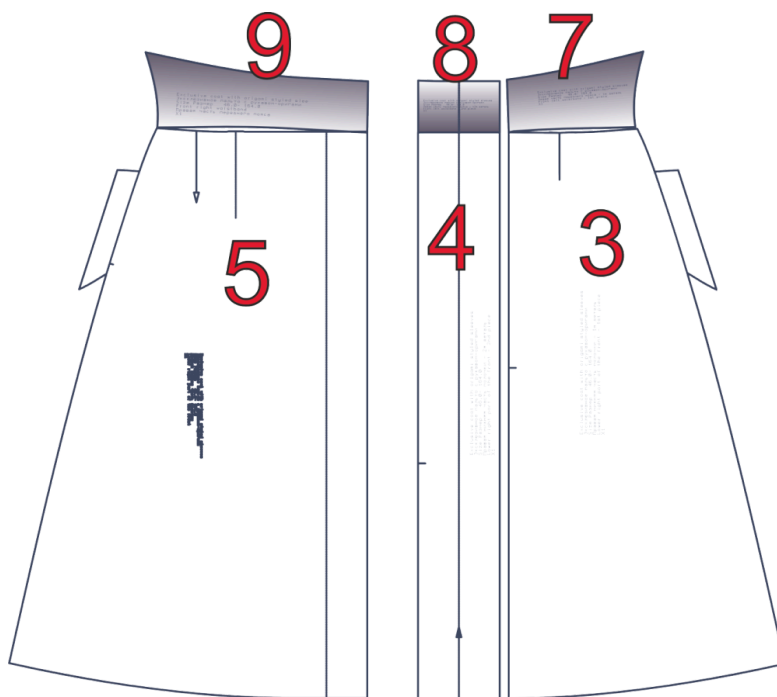

Рис. 1
4. Приметайте, а затем притачайте левую часть пояса (7) к левой нижней части переда (3), а вторую левую часть пояса (8) ко второй левой нижней части переда пальто. (Рис. 1). Если позволяет толщина материала, то припуски шва можно заутюжить в сторону пояса. Если основной материал из группы тяжёлых пальтовых материалов, то припуски шва лучше разутюжить.